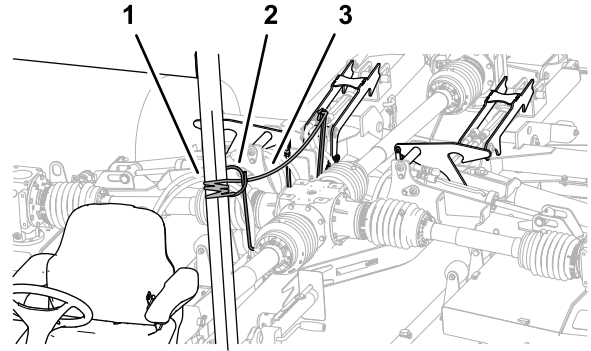

Figura 35
5. Tire y sostenga la cuerda de bloqueo de la carcassas (Figura 35).